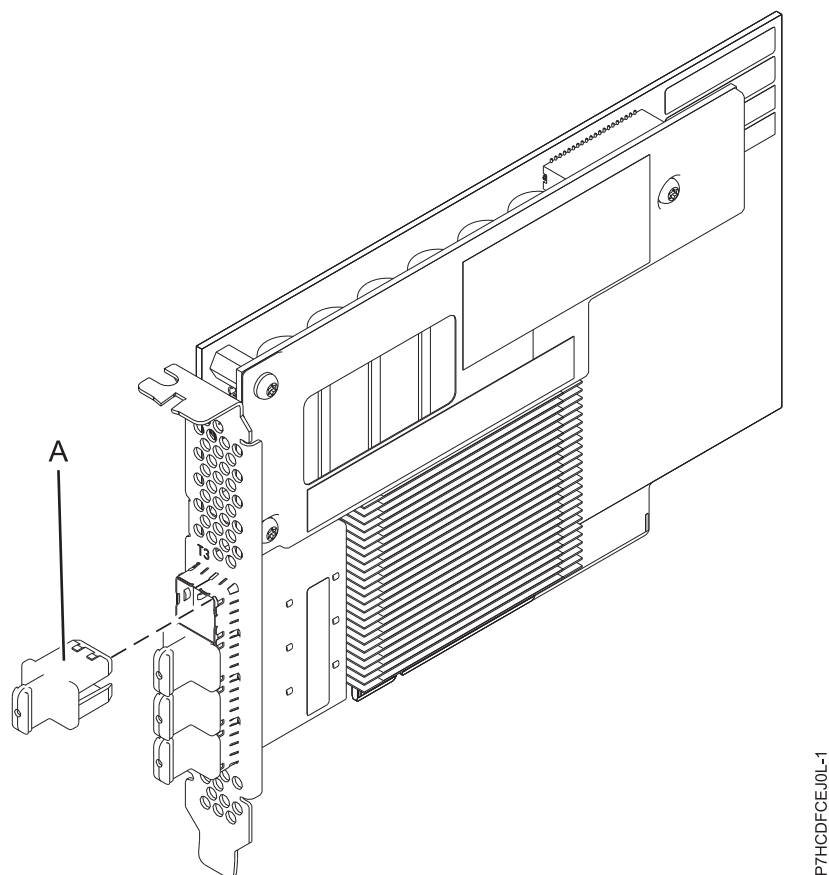

図 26. PCIe3 12 GB キャッシュ RAID SAS 6 Gb アダプター
87 ページの図 26 は、PCIe3 12 GB キャッシュ RAID SAS クワッド・ポート 6 Gb アダプターを示しています。コネクタ・プラグ (A) は、空白ポートに取り付けて、隣接したポート・コネクタのケーブルが差し込まれたり取り外されたりした場合のそのポートの損傷を防ぎます。
FC EJ0L は、シングル幅、フルハイトの short アダプターです。図 26 は、FC EJ0L アダプターを示しています。すべての FC EJ0L は、SAS RAID アダプターとペアになっているこのサーバーまたは別のサーバー上に、別の FC EJ0L を必要とし、キャッシュ機能およびその他のマルチニシエーター高可用性 (デュアル・ストレージ IOA) 機能を使用できるようにします。